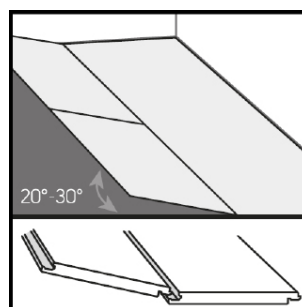
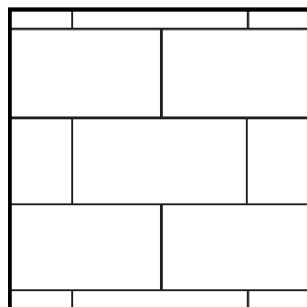
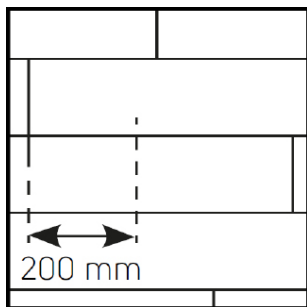

FIG 3
FIG 3A
FIG 3B
- Commencez la deuxième rangée en enclenchant la languette dans la rainure tout en inclinant la planche (à environ 30°), puis enfoncez fermement la planche/le carreau dans la rainure de la première rangée. Posez la planche/le carreau suivant en enclenchant la languette et la rainure sur le côté court. Enfoncez la languette et la rainure sur le côté long tout en maintenant les lames/dalles en biais les unes contre les autres (Fig. 3). Les dalles et les lames doivent être posées en « quinconce » afin que les quatre coins ne se touchent jamais (Fig. 3a et Fig. 3b).